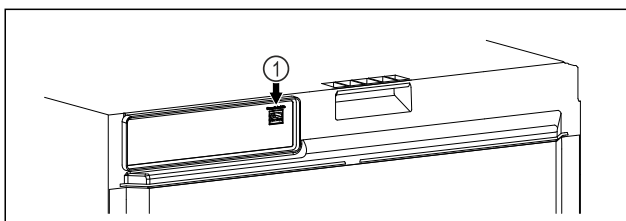

Fig. 114
- SmartModule *Fig. 114 (1)* ist eingesetzt.